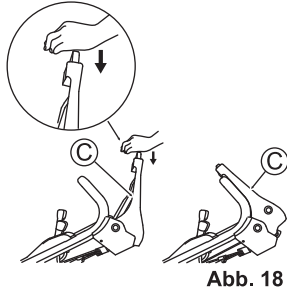

Abb. 18
3. Drücken Sie den Klingenshebel (C) nach vorne und drücken Sie gleichzeitig dessen gelben Knopf. Die Klinge beginnt, sich zu drehen. (Siehe Abb. 18)